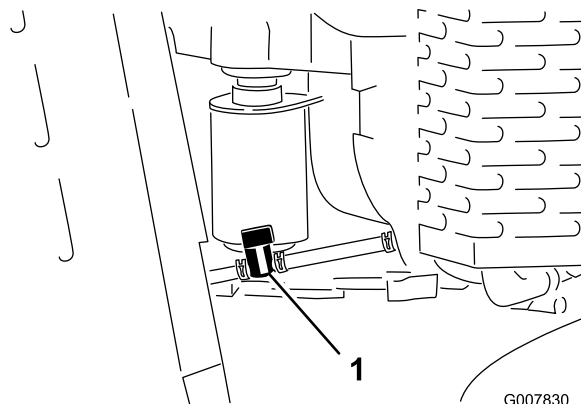

Bild 40
4. Schließen Sie den Kraftstoffhahn (Bild 40).
5. Drücken Sie die Enden der Schlauchklemme an der Motorseite des Kraftstoffhahns zusammen und schieben Sie ihn an der Kraftstoffleitung vom Ventil weg (Bild 40).
6. Ziehen Sie die Kraftstoffleitung vom Ventil (Bild 40).
7. Drehen Sie den Kraftstoffhahn in die geöffnete Stellung (Bild 40).
3. Schließen Sie den Kraftstoffhahn (Bild 40).